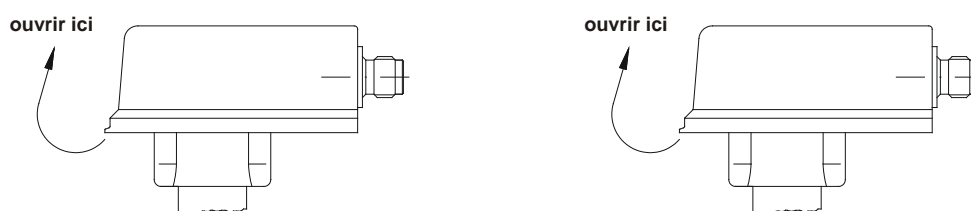

Fig.14
- ↪ Pour régler l'unité de commutation, ouvrir le couvercle de la tête de commutation (→ Fig. 14) (pas avec VK60...)